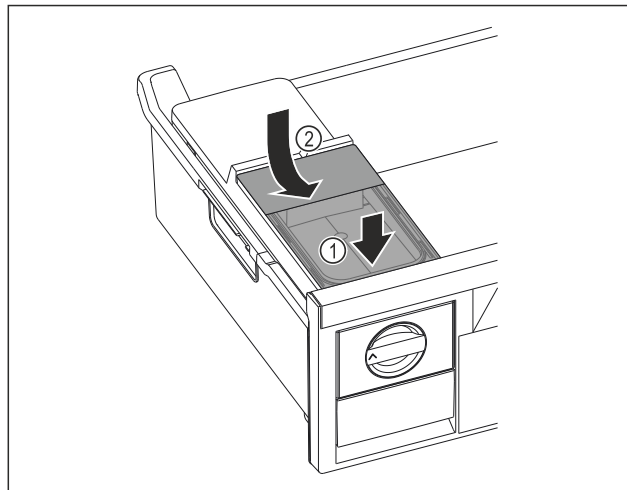

Fig. 99
- Postavite spremnik za vodu sprijeda. Fig. 99 (1)
- Spustite spremnik za vodu straga. Fig. 99 (2)